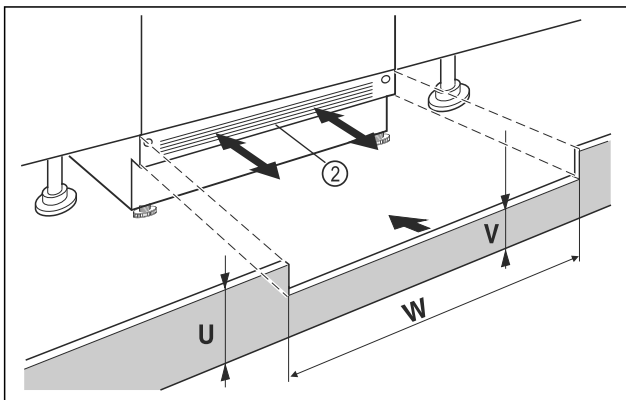

Fig. 39 Immagine a titolo di esempio
- Applicare lo zoccolo dell'apparecchio Fig. 39 (2) ma non fissarlo ancora.
- Se lo zoccolo è visibile Fig. 39 (2), tirarlo in avanti in modo tale che il bordo anteriore della griglia di ventilazione e lo zoccolo del mobile siano a filo.
- Se lo zoccolo è nascosto Fig. 39 (2) spingerlo completamente indietro.
- Verificare che le fessure di ventilazione siano completamente libere: Se necessario, tagliare lo zoccolo del mobile Fig. 39 (U)!
- Adattare, per la larghezza dell'area di incasso Fig. 39 (W), l'altezza del listello Fig. 39 (V) sotto lo zoccolo dell'apparecchio Fig. 39 (2).